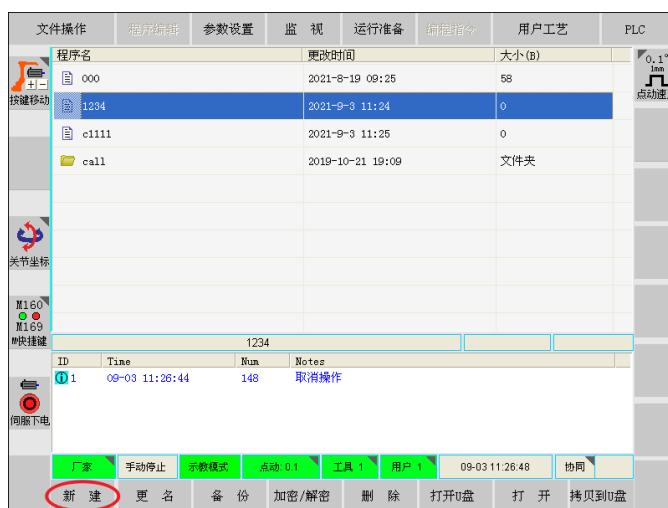

图 5.1
3. 进入程序列表界面。（图5.1）
4. 点击子菜单【新建】按钮（图5.1）。